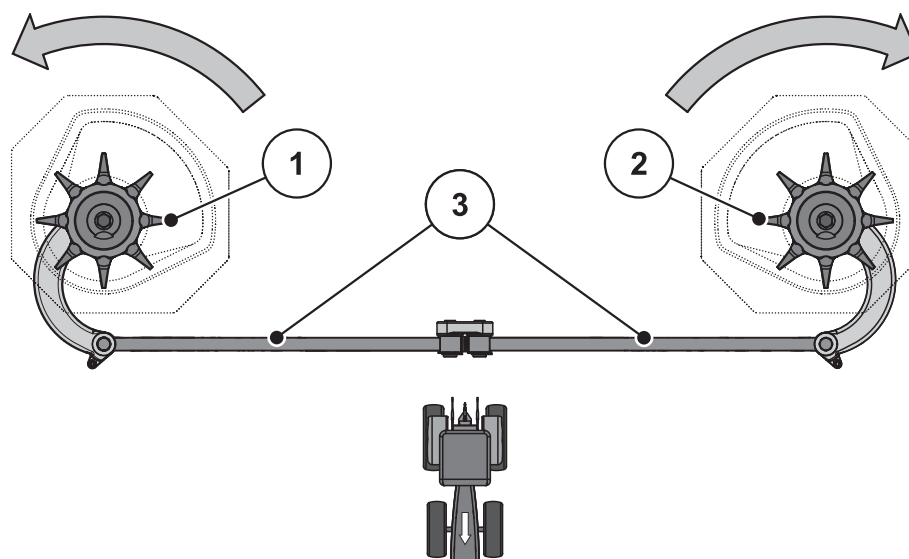

Рисунок 9.5: Проверка привода мешалки
2. Вручную повернуть перемешивающую головку **в направлении вращения разбрасывающего диска**. См. Рисунок 9.5.
3. Вручную или при помощи ленточного инструмента для масляного фильтра сильно повернуть перемешивающую головку **против направления вращения разбрасывающего диска**. См. Рисунок 9.5.